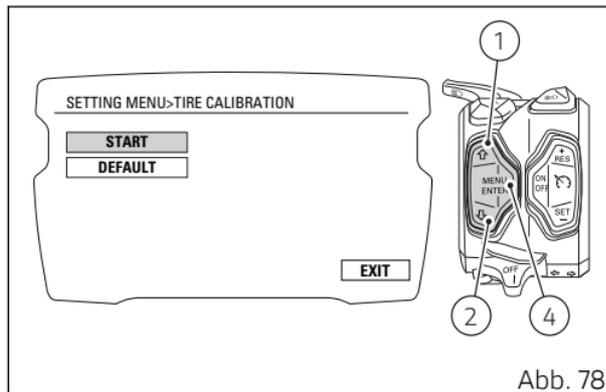

Abb. 78
Beim Öffnen dieser Funktion werden die folgenden Angaben (Abb. 78) angezeigt:
Zur Rücksetzung auf die Default-Einstellungen müssen über die Tasten (1) und (2) die Angabe „DEFAULT“ (Abb. 78) gewählt und die Taste (4) gedrückt werden.